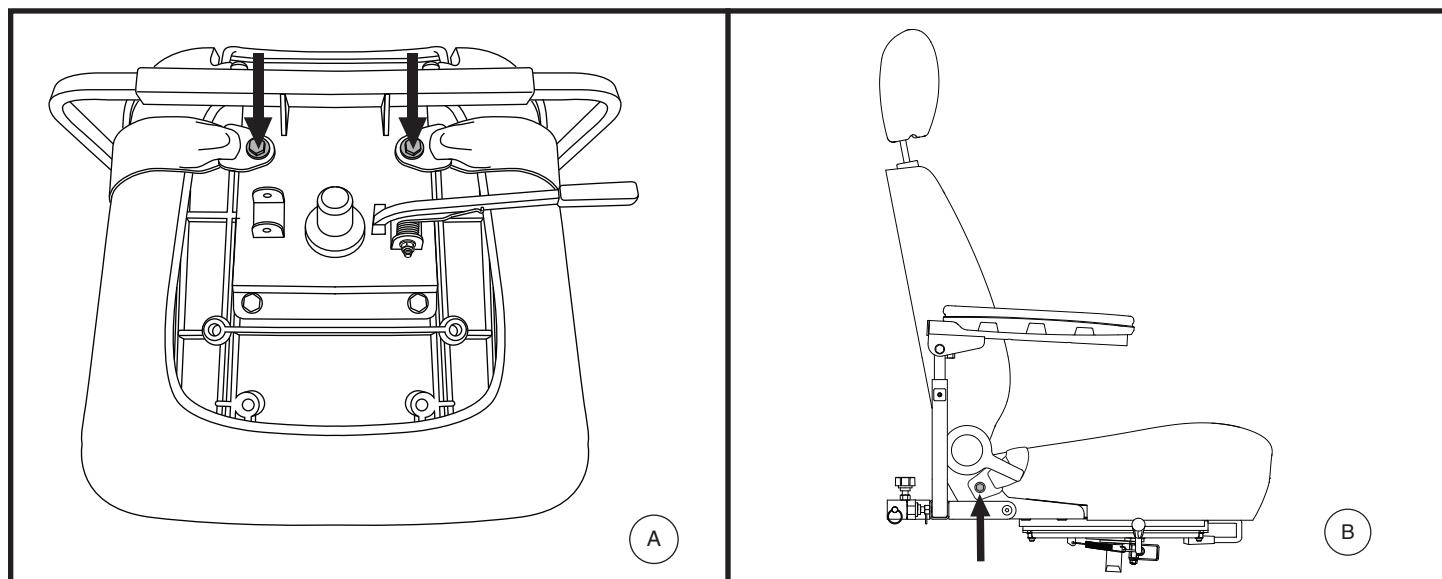

Figura 17. Bulloni per cinture di sicurezza
La sедuta del scooter può essere dotata di cinture di sicurezza regolabili. **Vedere figura 17.** La cintura di sicurezza è stata progettata per garantire un maggiore supporto all'utente ed evitare che scivoli in avanti o indietro sulla seduta. La cintura di posizionamento non è concepita come dispositivo di contenimento.
2. Posizionare la seduta a testa in giù per poter lavorare sulla base della seduta. **Vedere figura 17.**